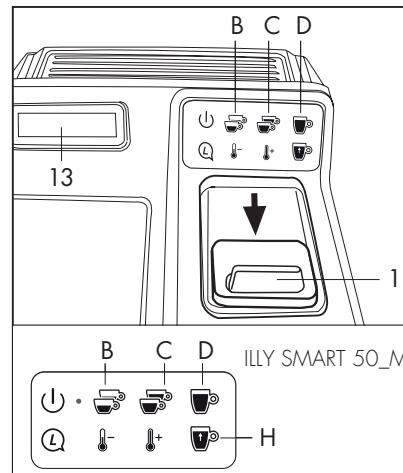

Fig. 14
- Cierre la tapa (1).
- Presione una de las teclas (B) (C) (D) (H solo para el modelo ILLY SMART 50_M.L) para iniciar el tipo de preparación elegida y mantenerlo presionado hasta alcanzar la cantidad deseada. (Fig.14)
- En el display LCD (13) aparece el texto "en dispensación aprendizaje".